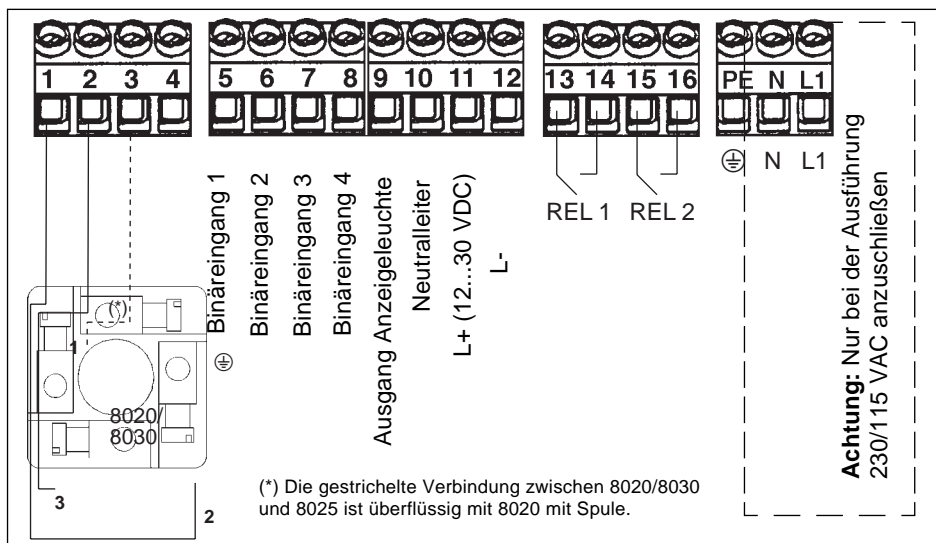

Fig. 3.10 Anschlussbelegung Sensor 8020/8030 mit 8025 Wandmontage
3.7 Elektrischer Anschluss Dosiergerät 8025 Wandmontage (Fig. 3.10)
3.7.2 Anschluss Durchfluss-Sensor 8031 "Low-Flow" (Fig. 3.10)